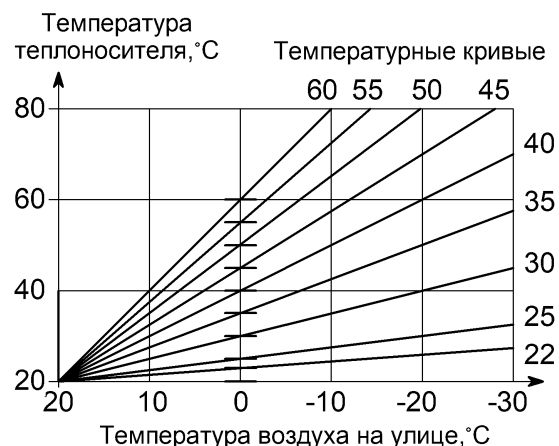
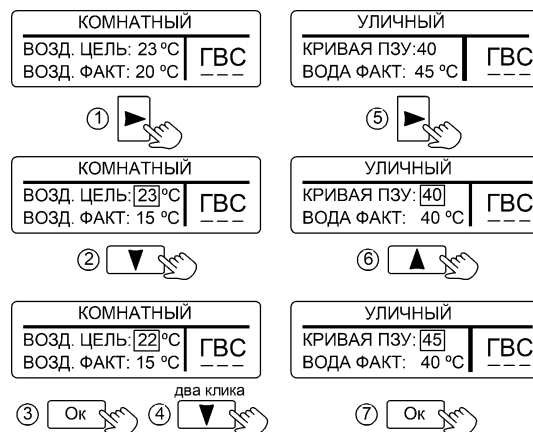
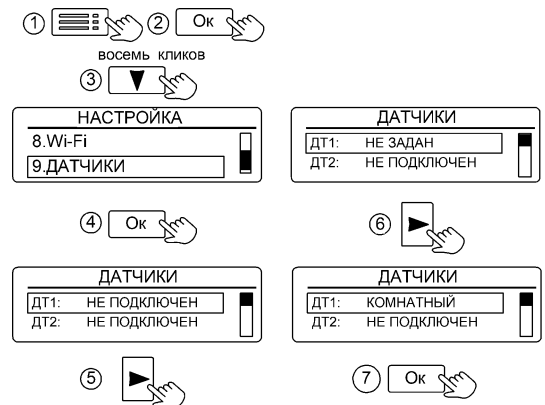

Рисунок 9. Зависимость температуры теплоносителя от температуры воздуха на улице
Рисунок 10. Настройка ограничения температуры и кривой ПЗУ
Рисунок 23. Настройка проводных датчиков
**10.4 «УЛИЧНЫЙ»** – режим поддержания температуры теплоносителя в зависимости от температуры воздуха на улице по одной из погодозависимых кривых (см. рис. 9). Датчик температуры воздуха устанавливается на улице.
Для изменения заводской настройки нужно в соответствии с рис. 9 выбрать ту кривую, при которой в помещении станет комфортно. Если в помещении холодно - следует выбрать кривую с большим номиналом, если жарко - с меньшим. Чем больше величина теплотеря здания, тем выше номер кривой. Изменение значения кривой ПЗУ показано на рис. 10.
температуры воздуха (см. рис. 23) и настроено ограничение температуры воздуха в помещении (см. рис. 10), то при достижении температуры воздуха в помещении установленного значения, нагрев теплоносителя будет прекращён. При понижении температуры воздуха, нагрев теплоносителя будет возобновлён.
- Выбор роли датчика “КОМНАТНЫЙ” или “УЛИЧНЫЙ” (см. рис.23).